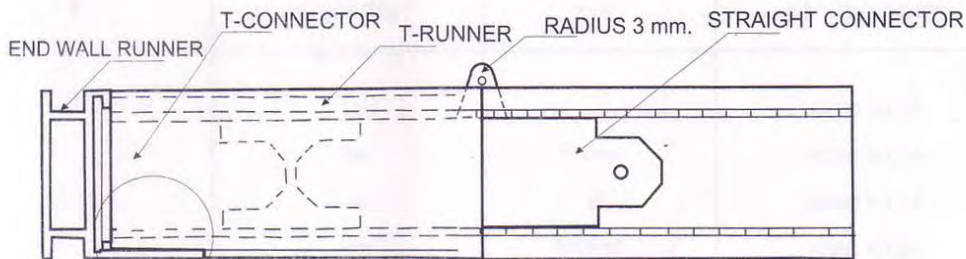

FIG. 5 CUT-OUT PORTION : 12 mm.
A. RUNNER TO RUNNER (STRAIGHT CONNECTOR) (Fig. 5)